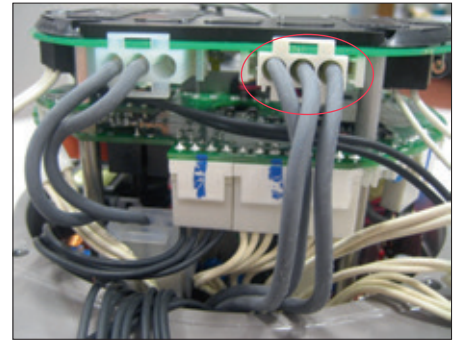

Abb. 34
- Schließen Sie das 3-polige Stromversorgungskabel der Anschlussklemmleiste an die OM13-Karte an (Abbildung 34).